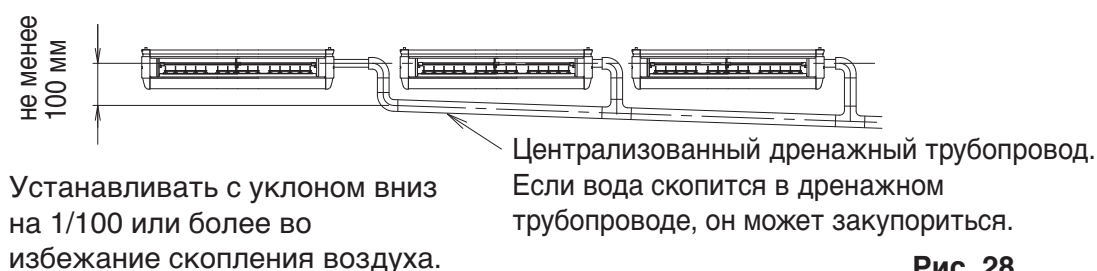

Рис. 28
- Во избежание воздействия чрезмерного усилия на сливной шланг (1) его не следует сгибать или скручивать. (В противном случае это может привести к утечке воды.)
- При прокладке централизованного дренажного трубопровода следуйте рекомендациям, приведенным на **рис. 28**. Диаметр централизованного дренажного трубопровода должен соответствовать производительности внутреннего блока, который к нему будет подключаться (см. технический справочник).